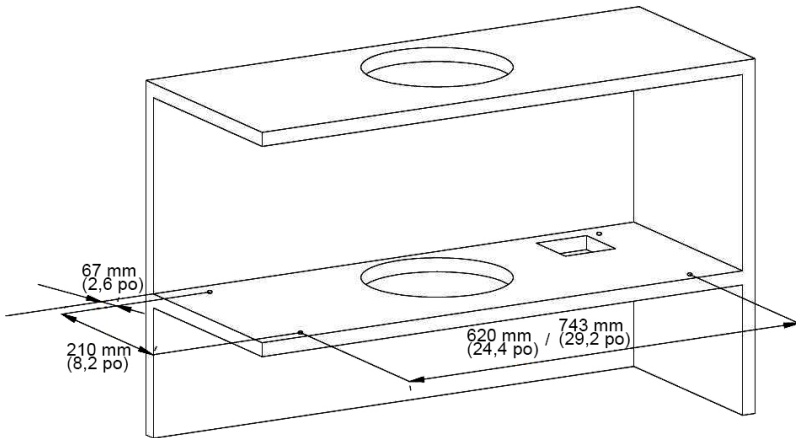

Figure 18
- Marquer la position de montage ou y percer quatre petits trous selon l'espace et les dimensions indiqués dans les schémas ci-dessous (Figure 18).
- Les schémas ci-dessous illustrent les dimensions de montage du conduit de 750 mm (30 po) et 900 mm (36 po) (Figure 18).